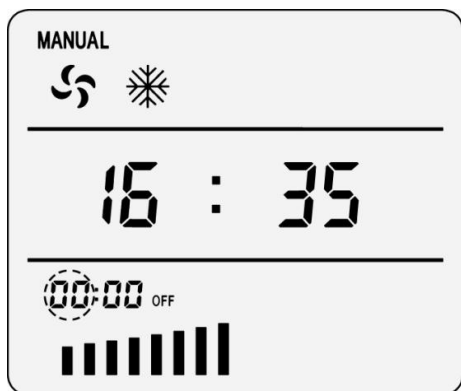

Рисунок 8-7
- 3) Нажмите кнопку . "--:--" сменится на 00:00, кнопками  установите время (в часах) выключения охладителя; (рис. 8-7).